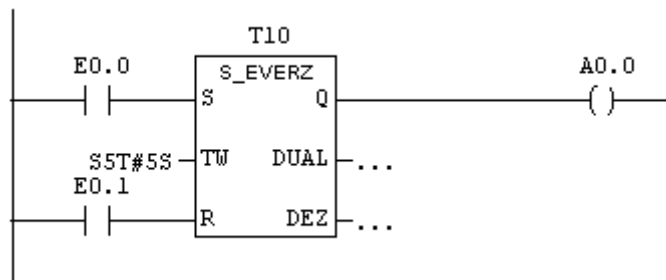

Figura 48. Arrancar temporizador como retardo a la conexión (S_EVERZ)
Únicamente se desactiva con (R) desactivar salida el cual sólo se ejecuta Si fluye corriente por la bobina R (M0.0)), siendo el operando N.A (E0.1) ="1" . Según puede observarse en la figura 48.